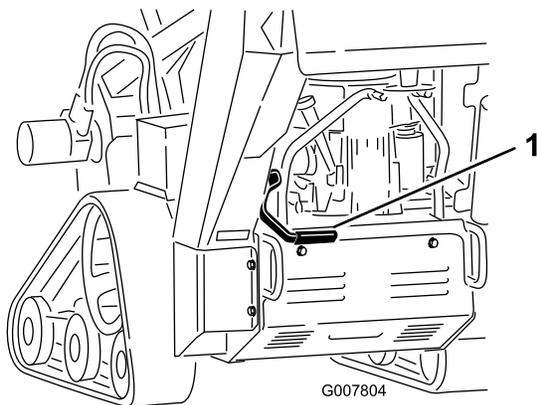

Figura 15
- Per inserire il freno di stazionamento spingete indietro la relativa leva e alzate la (Figura 15).
- Per rilasciare il freno, spingete indietro la leva e abbassate la (Figura 15).